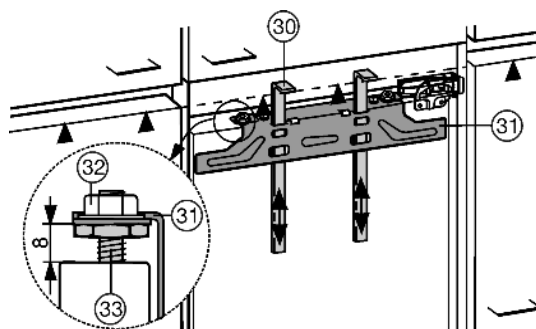

Fig. 20
Gli attrezzi di montaggio Fig. 20 (30) sono necessari per entrambe le porte. Per tale motivo montare le ante del mobile in successione.
- ▶ Spingere gli attrezzi di montaggio Fig. 20 (30) verso l'alto all'altezza dell'anta del mobile. Bordo inferiore di battuta ▲ dell'attrezzo di montaggio = Bordo superiore dell'anta da montare.